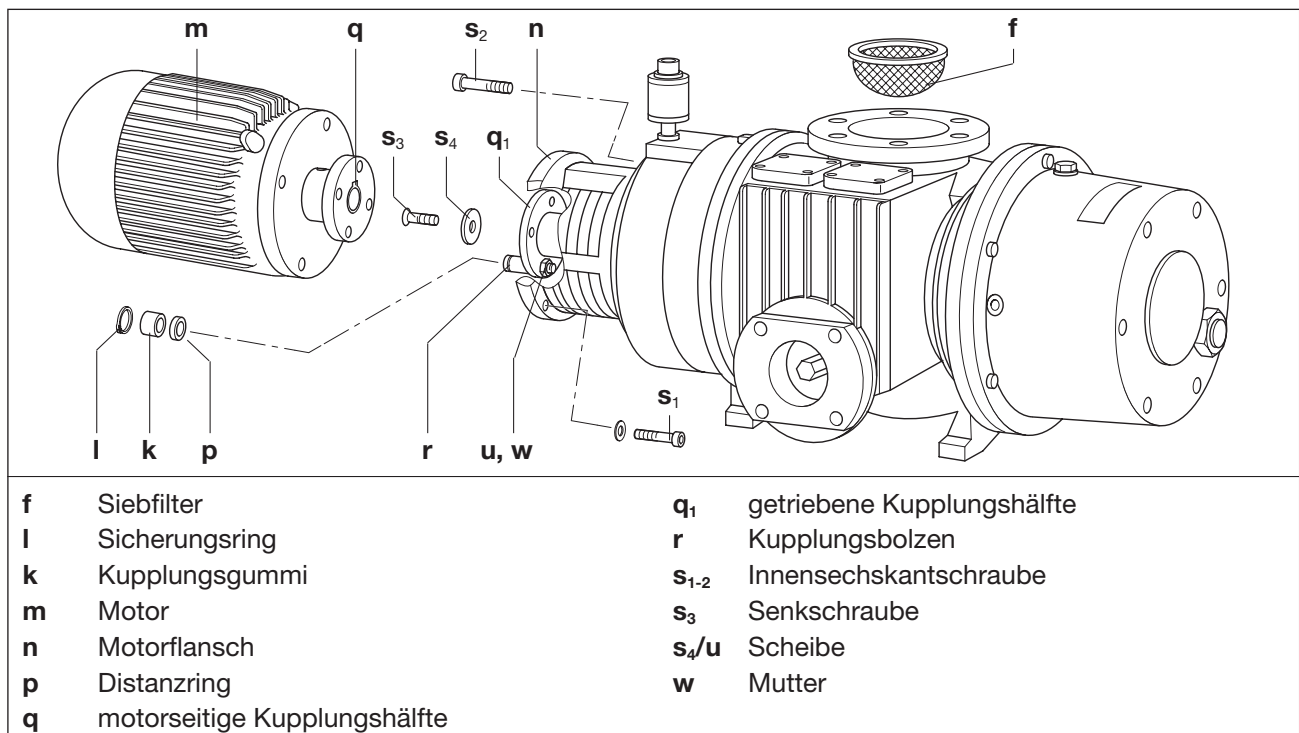

Abb. 9 Siebfilter und Kupplung VWP 500-1500
Der Siebfilter (Abb. 9/f) ist je nach Verunreinigung des abgesaugten Mediums mehr oder weniger oft durch Auswaschen zu reinigen oder zu ersetzen.
- Den Siebfilter (Abb. 9/f) entnehmen und reinigen.
Die Kupplungsgummi (Abb. 9/k) unterliegen einem Verschleiß und müssen regelmäßig (mindestens 1 x pro Jahr) überprüft werden. Verschlossene Kupplungsgummi machen sich durch ein schlagendes Geräusch beim Anlauf der Pumpe bemerkbar.
- Hebezeug am Motor (Abb. 9/m) befestigen (z. B. mit Rundschlinge oder Hebebändern).
- Schrauben (Abb. 9/s₁) am Motor (Abb. 9/m) lösen.
- Motor mit motorseitiger Kupplungshälfte (Abb. 9/q₁) vom Motorflansch (Abb. 9/n) axial abziehen und mittels Hebezeug aufhängen.
- Schrauben (Abb. 9/s₂) am Motorflansch (Abb. 9/n) lösen und Motorflansch entfernen.
- f) Kupplungsgummis überprüfen. Sind die Kupplungsgummis (Abb. 9/k) beschädigt, Sicherungsringe (Abb. 9/l) vom Kupplungsbolzen (Abb. 9/r) abnehmen und Kupplungsgummi (Abb. 9/k) austauschen. Distanzring (Abb. 9/p) belassen.
- g) Die Kupplungsbolzen (Abb. 9/r) überprüfen und eventuell auswechseln. Dazu die Senkschraube (Abb. 9/s₃) lösen und mit Scheibe (Abb. 9/s₄) entfernen. Mit einem geeigneten Abzieher die getriebene Kupplungshälfte (Abb. 9/q₁) vom Drehkolben abziehen. Die Muttern (Abb. 9/w) mit Scheiben (Abb. 9/u) lösen und die Kupplungsbolzen austauschen.
- h) Die Kupplungsbolzen (Abb. 9/r) wieder mit Scheiben (Abb. 9/u) und Muttern (Abb. 9/w) montieren.
- i) Getriebene Kupplungshälfte (Abb. 9/q₁) auf den Drehkolben aufschieben und mit Scheibe (Abb. 9/s₄) und Senkschraube (Abb. 9/s₃) befestigen.
- j) Motorflansch (Abb. 9/n) montieren und mit den Schrauben (Abb. 9/s₂) befestigen. Anzugsmoment: VWP 500 = 10 Nm, VWP 1000-1500 = 23 Nm
- k) Motor (Abb. 9/m) mit motorseitiger Kupplungshälfte (Abb. 9/q) axial aufschieben und mit den Schrauben (Abb. 9/s₁) am Motorflansch (Abb. 9/n) befestigen. Anzugsmoment: VWP 500 = 23 Nm, VWP 1000-1500 = 46 Nm
- b) Hebezeug am Motor (Abb. 9/m) befestigen (z. B. mit Rundschlinge oder Hebebändern).
- c) Innensechskantschrauben (Abb. 9/s₁) am Motor (Abb. 9/m) lösen.
- d) Motor mit motorseitiger Kupplungshälfte (Abb. 9/q) vom Motorflansch (Abb. 9/n) axial abziehen und mittels Hebezeug aufhängen.
- e) Innensechskantschrauben (Abb. 9/s₂) am Motorflansch (Abb. 9/n) lösen und Motorflansch entfernen.
- g) Die getriebene Kupplung (Abb. 9/q₁) mit einem geeignetem Abzieher vom Drehkolben abziehen.
- i) Verschlusschraube (Abb. 9/K₁) lösen und Öl aus der Ölkammer auf der Antriebsseite ablassen.
- r) Getriebene Kupplungshälfte (Abb. 9/q₁) auf den Drehkolben aufschieben und mit Scheibe (Abb. 9/s₄) und Senkschraube (Abb. 9/s₃) befestigen.
- s) Motorflansch (Abb. 9/n) montieren und mit den Schrauben (Abb. 9/s₂) befestigen.
- t) Motor (Abb. 9/m) mit motorseitiger Kupplungshälfte (Abb. 9/q₁) axial aufschieben und mit den Schrauben (Abb. 9/s₁) am Motorflansch (Abb. 9/n) befestigen.
- r) Verschlusschraube (Abb. 9/K₁) schließen.